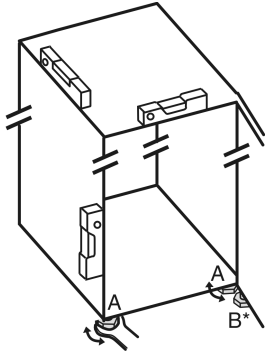

Fig. 4
- Stelvoetjes Fig. 4 (A) met meegeleverde steeksleutel en met behulp van een waterpas er uit draaien tot het apparaat vast en vlak is uitgelijnd.
- Stelvoetje Fig. 4 (B) op het lagerblok losdraaien met de bijgeleverde steeksleutel totdat deze op de vloer rust.
- Stelvoetje Fig. 4 (B) 90° verder draaien.